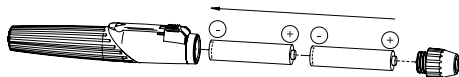

Fig. 3
Para a preparação, desaperte a cabeça (3) do manípulo (1) e introduza duas pilhas primárias alcalinas (tamanho LR03 | AAA | 1,5V) (Fig. 3). De seguida, volte a apertar a parte superior.
- Desaperte a cabeça (3) e retire as pilhas. Introduza pilhas novas com o polo positivo voltado para o topo do manipulô (Fig. 3).